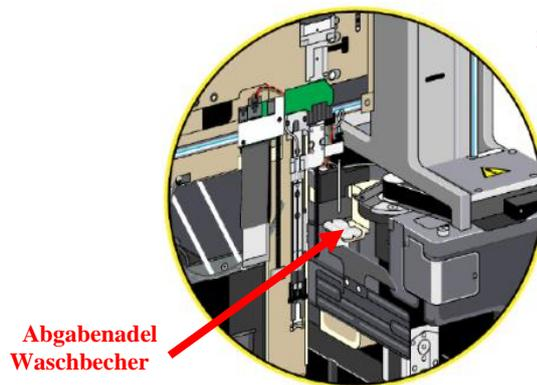

Abbildung 1 –Waschbecher für Abgabennadel
7. Machen Sie den Waschbecher der Abgabennadel ausfindig (siehe Abbildung 1 unten).